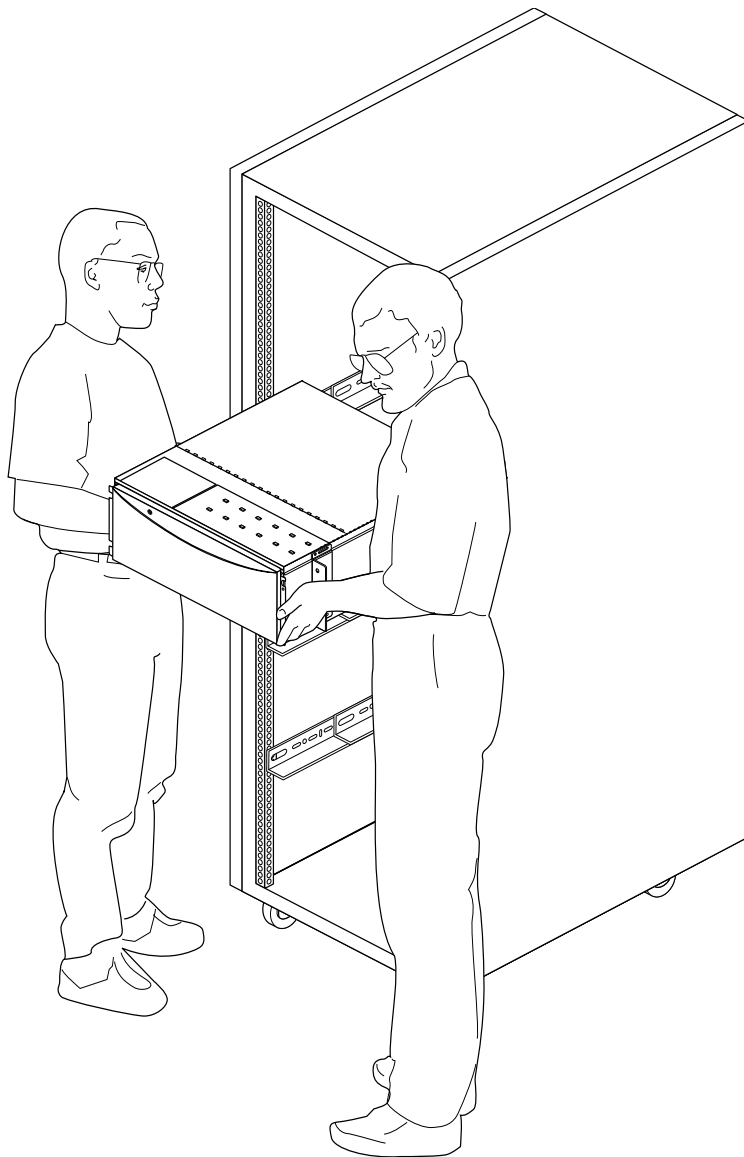

Figure 3-4 Déplacement du serveur Origin200 dans un rack
3. Une personne se trouvant de chaque côté du châssis, soulevez à deux le serveur pour le placer dans le rack, comme illustré à la Figure 3-4.